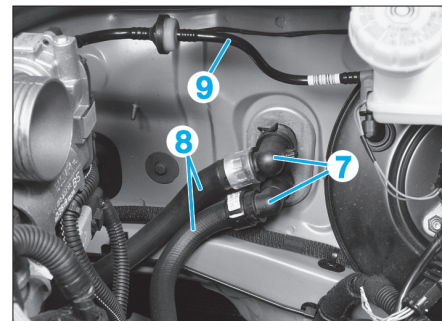

Fig. 48
- le tuyau de réaspiration des gaz carter (2),
- l'ensemble filtre à air, col d'entrée d'air et résonateur (3),
- le calculateur d'injection (4),
- la batterie (5) et son support,
- l'électrovanne (6).
- Déposer les clips d'arrêt (7) (Fig.48).